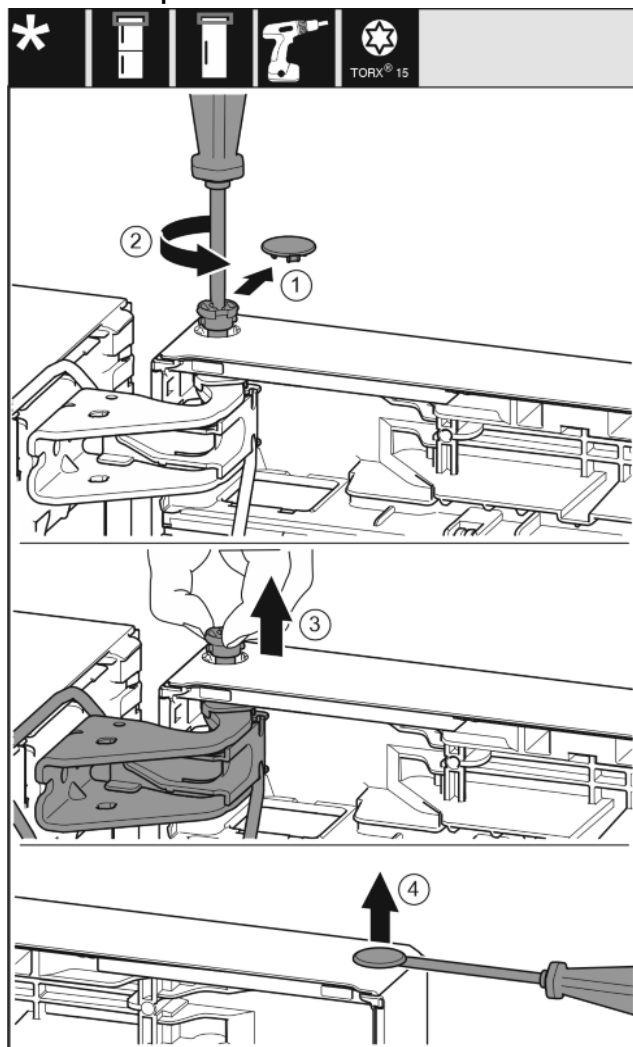

Fig. 18
- ▶ Desenroscar un poco el perno con el destornillador T15. Fig. 18 (2)
- ▶ Sujetar la puerta y extraer el perno con los dedos. Fig. 18 (3)
- ▶ Levantar cuidadosamente el tapón del casquillo de apoyo de la puerta con un destornillador para tornillos de cabeza ranurada y extraerlo. Fig. 18 (4)